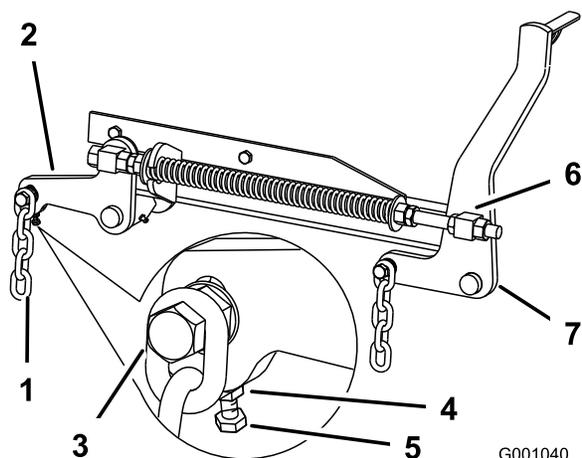

Figure 93
7. Si la distance mesurée au point **B** ou **C** n'est pas correcte, desserrez le boulon de fixation de la chaîne arrière au bras de support arrière (Figure 93).
- Desserrez l'écrou de blocage sous le bras de support arrière et agissez sur le boulon de réglage de manière à obtenir une distance de 80 à 83 mm ( $3\frac{1}{8}$  à  $3\frac{1}{4}$  po); voir Figure 93.
- Desserrez d'environ 13 mm ( $\frac{1}{2}$  po) les écrous de blocage avant à l'avant des pivots gauche et droit (Figure 93).
- Régalez les écrous de levage sur les côtés gauche et droit de la machine de manière à abaisser l'avant de 6 à 10 mm ( $\frac{1}{4}$  à  $\frac{3}{8}$  po) au point **A** par rapport au point **B** à l'arrière (Figure 93).